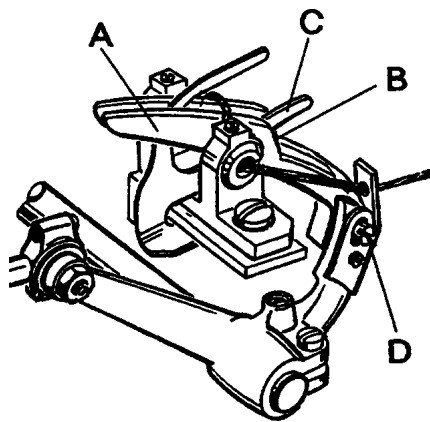

Fig. 23
Set the stationary knife (A, Fig. 23) so that its tip is flush with the supporting surface for the throat plate on the bed casting. Fasten the movable knife (B) in the knife lever so that its tip moves freely .012 to .020 in. (0.3 - 0.5 mm) below the underside of the throat plate and its cutting edge overlaps the cutting edge of the stationary knife by .040 in. (0.5 mm).
Stellen Sie das feststehende Messer (A, Fig. 23) so, daß seine Spitze mit der Auflagefläche für die Stichplatte am Gehäuseguß eben ist. Befestigen Sie das bewegliche Messer (B) so im Messerhebel, daß seine Spitze etwa 0,3 bis 0,5 mm unter der Stichplattenunterseite frei geht und in Schneidstellung mit seiner Schneide die Schneide des feststehenden Messers etwa 0,5 mm überlappt.